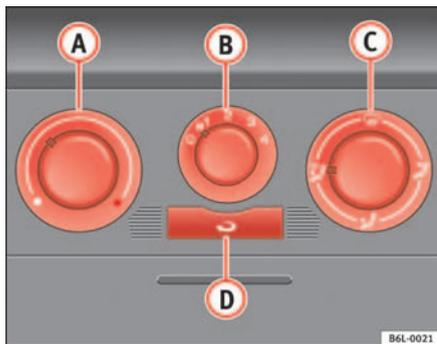

Abb. 87 In der Instrumententafel: Bedienelemente der Heizung
- Drehen Sie den Temperaturregler ⇒ Abb. 87 **A** nach links.
- Drehen Sie den Temperaturregler ⇒ Abb. 87 **A** nach rechts bis zur gewünschten Heizleistung.
- Drehen Sie den Temperaturregler ⇒ Abb. 87 **A** ganz nach rechts auf die höchste Heizleistung.
- Drehen Sie den Temperaturregler ⇒ Seite 122, Abb. 87 **A** in den Heizbereich.